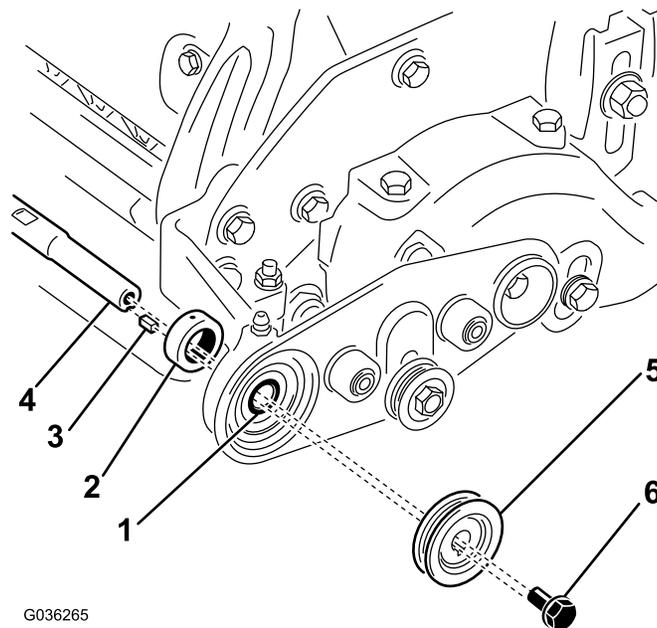

Figura 16
- C. Fate scorrere il collare di sicurezza sulla spalla dell'albero della spazzola. Inserite l'albero della spazzola attraverso il cuscinetto del supporto spazzola destra; fate riferimento a Figura 16.
- D. Applicare un composto antigrippaggio sulla scanalatura della chiave e montate la chiave quadrata nell'albero (Figura 16).
- E. Fate scorrere la puleggia condotta sull'albero e fissatela in posizione con un bullone frenafiletto (5/16 x 5/8 poll.), come illustrato nella Figura 16.